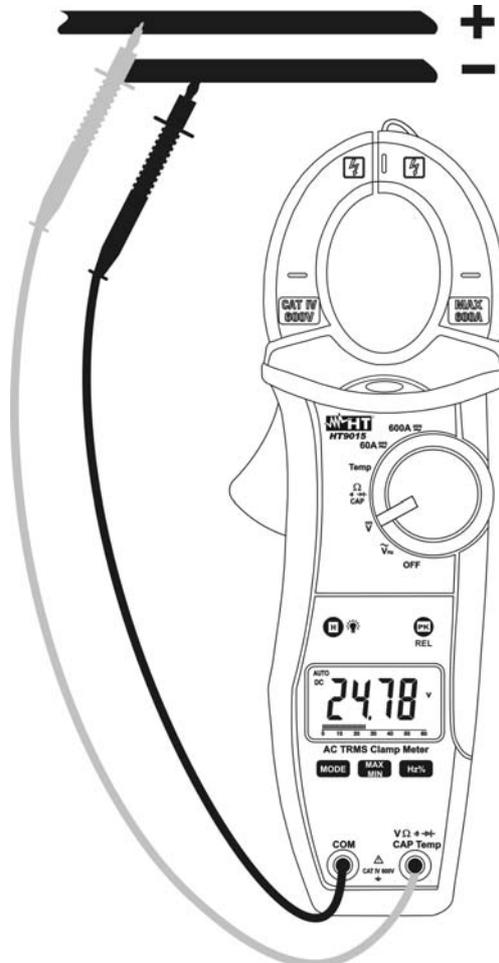

Abb. 4 DC Spannungsmessung
2. Verbinden Sie die Meßleitungen mit den Eingangsbuchsen. Die rote Messleitungsbuchse mit der $V\Omega\text{Hz}\%Temp$ Eingangsbuchse, die schwarze Messleitungsbuchse mit der **COM** Eingangsbuchse (Abb. 4)